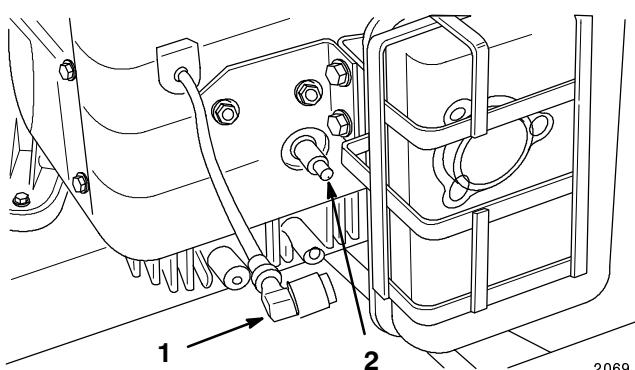

Abbildung 23
2. Das Kabel von der Zündkerze abziehen (Abb. 23). Dann den Bereich um die Zündkerze herum reinigen, um zu verhindern, daß Schmutz in den Motor gelangen und Schäden verursachen kann.
3. Die Kabel auf die Zündkerzen stecken (Abb. 23).